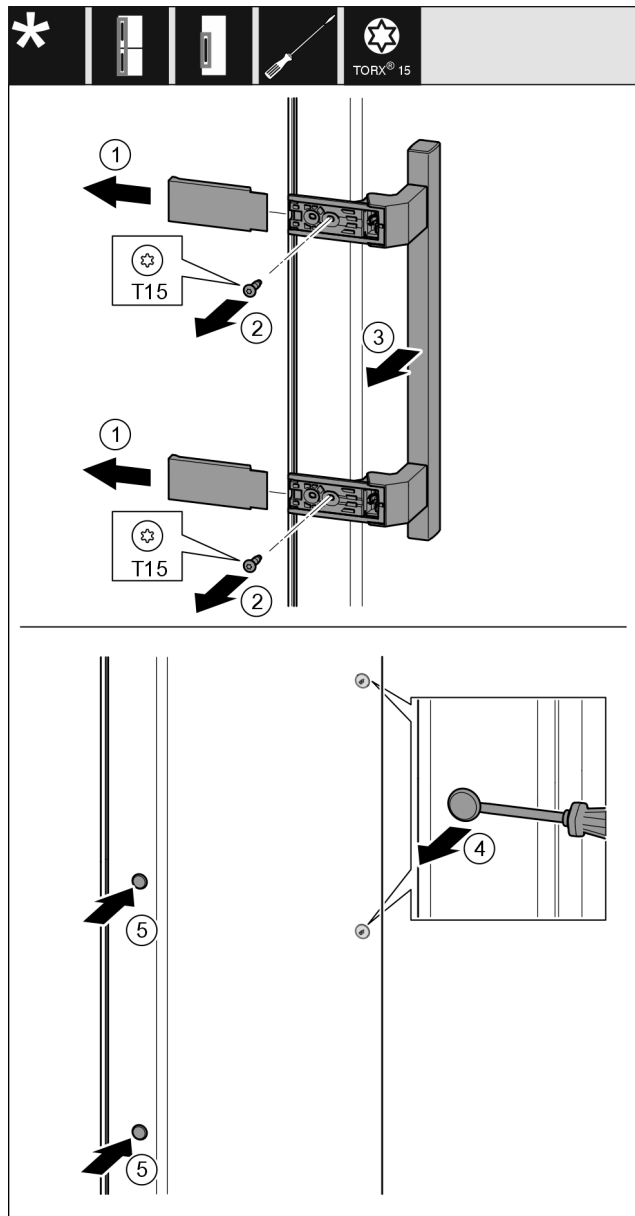

Fig. 24
- ▶ Stáhněte kryt Fig. 24 (1).
- ▶ Šroubovákem vyšroubujte šrouby Fig. 24 (2).
- ▶ Sejměte madlo Fig. 24 (3).
- ▶ Postranní zátku Fig. 24 (4) opatrně plochým šroubovákem nadzvedněte a vytáhněte.
- ▶ Zátku Fig. 24 (5) opět vložte na druhé straně.